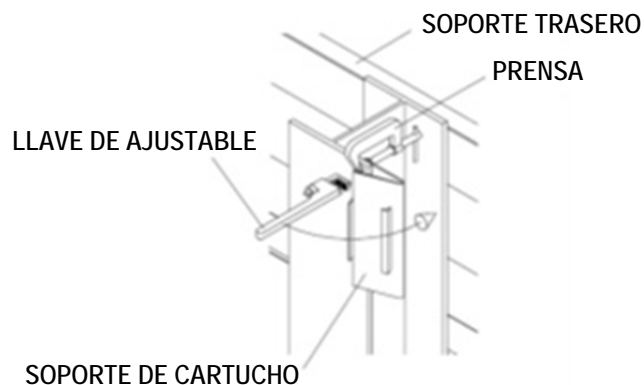

Figura 72
- b. Fije el soporte de cartucho con una oreja de sujeción al soporte trasero y comience a doblar según se indica en la Figura 72.